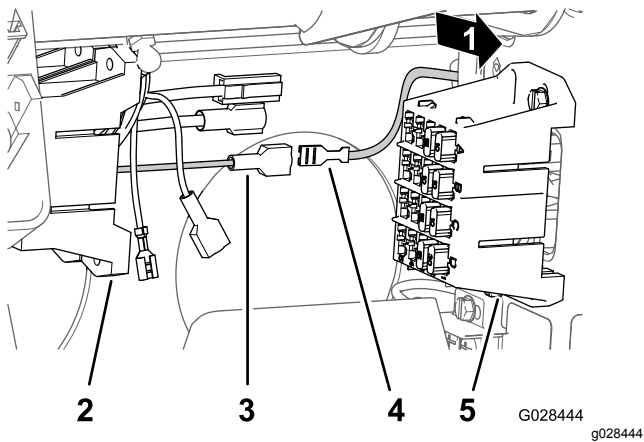

Figura 23
4. Individuate il morsetto con connettore faston non isolato all'estremità del cavo di alimentazione giallo aperto del portafusibili per la macchina e il connettore faston isolato all'estremità del cavo di alimentazione opzionale giallo del portafusibili del cablaggio dell'irroratrice (Figura 23).
- Collegate il morsetto con connettore faston non isolato del portafusibili per la macchina al connettore faston isolato del portafusibili dell'irroratrice (Figura 23).